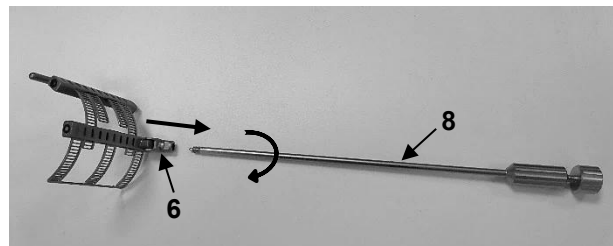

Fig. 9
Para retirar la guía de gancho MRN-3 (8), debe desenroscarse completamente de la rosca de la articulación (6) en sentido contrario a las agujas del reloj (Fig. 9).